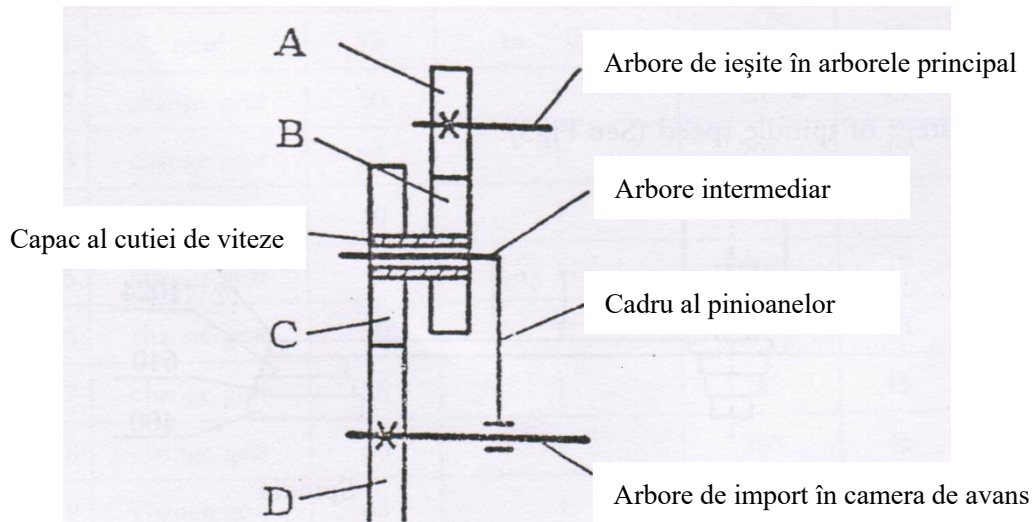

Figura 4 SCHIȚĂ DIAGRAMATICĂ A TRANSMISIEI CU ANGRENAJE
3.1.2 Consultați Figura 4 pentru angrenajul de avans longitudinal și sistemul de transmisie al filierei. Avansul schimbătorului de viteze instalat în mașină este de 0,10 r.p.m. Uneori schimbătoarele de viteze (în special la filete în sistemul imperial) intră în arborele intermediar al cutiei de arbore principal. Se rezolvă prin capacul izolat livrat ca parte din accesoriile standard. Se montează în mijlocul roților B.C.